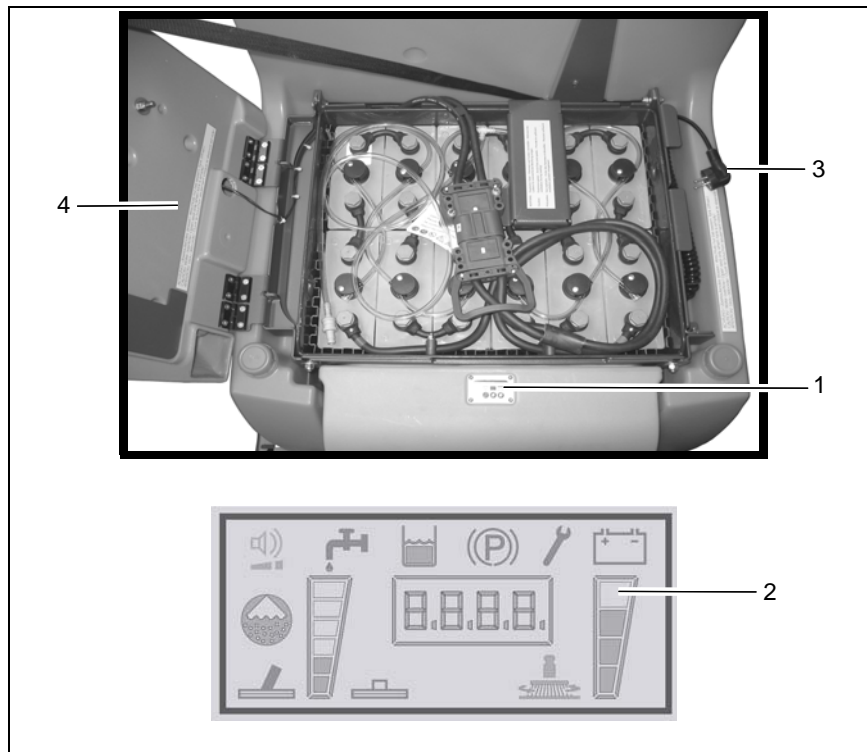

fig. 8
Les batteries se chargent grâce au chargeur de batteries intégré (fig. 8/1). Les batteries peuvent être déjà rechargées après que le premier champ de l'affichage de l'état de charge se soit éteint (fig. 8/2), au plus tard toutefois après la coupure des fonctions de nettoyage (tous les champs s'éteignent).
2. Ouvrir la console du siège et raccorder le chargeur au réseau avec le câble réseau (fig. 8/3).
La console (fig. 8/4) doit être ouverte pendant la charge !